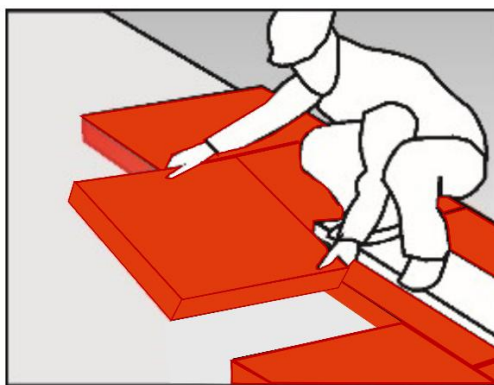

Figure 4
- Pose des panneaux FOAMGLAS® T4+ collés à la PC®58, joints serrés et décalés (figure 4).